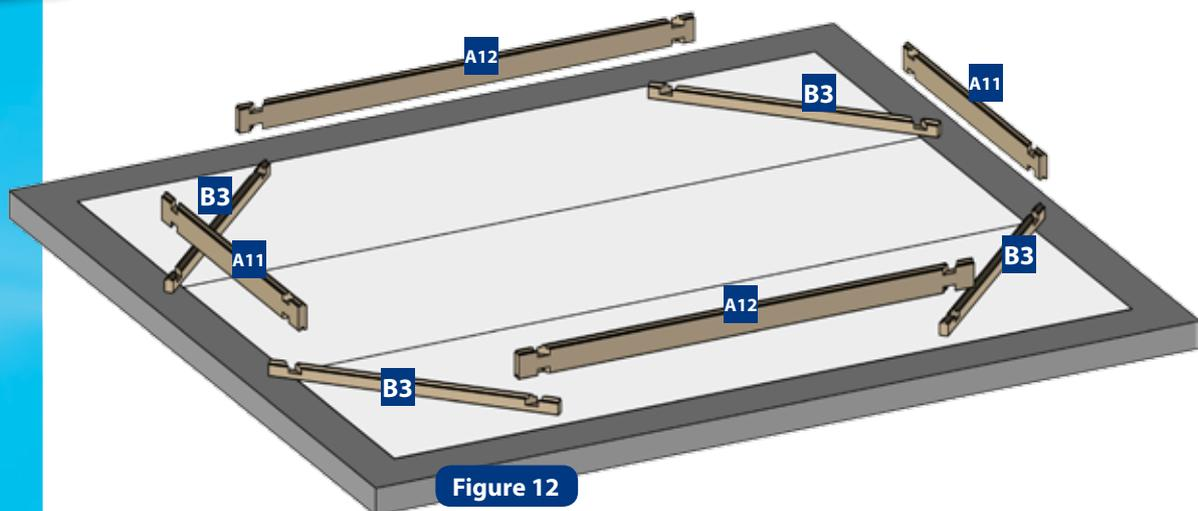

Figure 12
• Constituez la première rangée, en disposant les madriers (A11, A12 et B3) comme indiqué sur la figure 12.